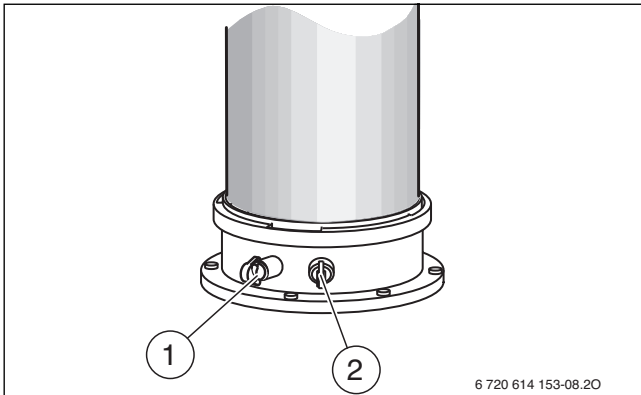

Bild 257
- ▶ Stopfen am Verbrennungsluft-Messstutzen [2] entfernen (→ Bild 257).
- ▶ Stopfen am Abgasmessstutzen [1] entfernen (→ Bild 257).